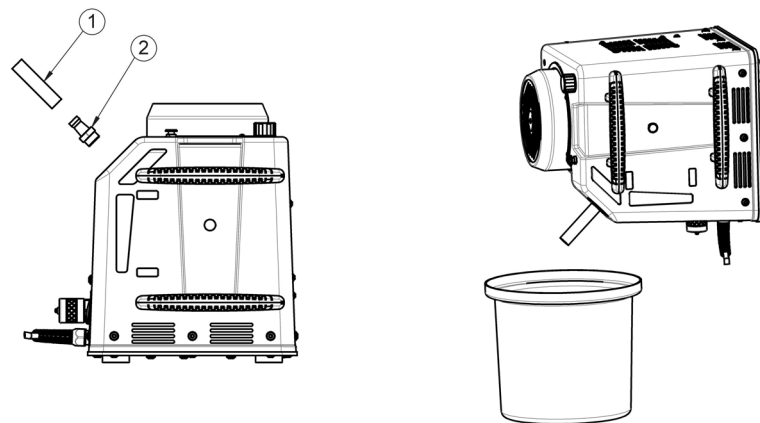

Fig. 6: Cambio dell'olio
- Rimuovere il tappo a vite e avvitare il raccordo filettato da 1/2" (fig. 6, 2) al flessibile in silicone (fig. 6, 1) nel bocchettone del serbatoio (incluso nella fornitura).